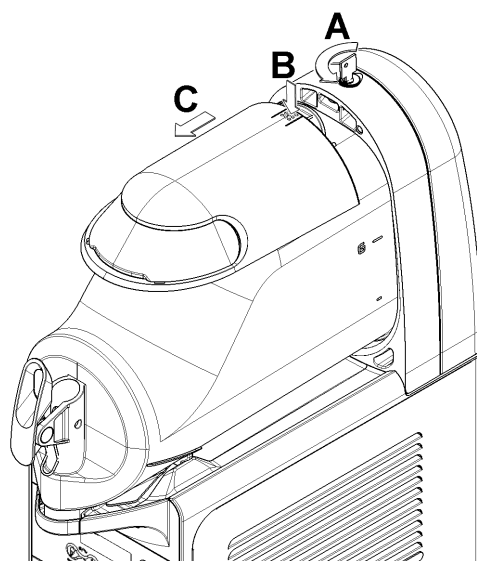

figura 2
- 1 Per rimuovere il coperchio del contenitore, premere il tasto superiore e far scorrere il coperchio stesso verso la parte anteriore del contenitore. Nel caso sia presente la serratura per la chiusura di sicurezza del coperchio, ruotare la chiave in senso antiorario per sbloccare il tasto di apertura (vedere figura 2).